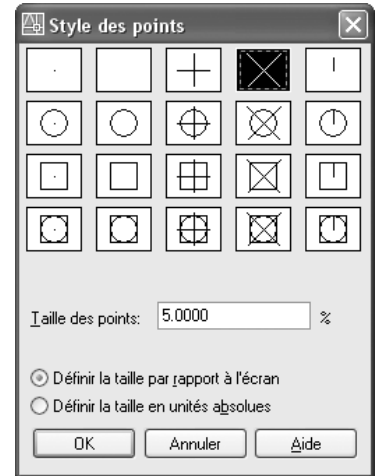

Fig.4.38
- 1 Sélectionner l'option **Style de points** (Point Style) dans le groupe de fonctions **Utilitaires** (Utilities) de l'onglet **Début** (Home) ou taper la commande **DDPTYPE**. au clavier (fig.4.38).